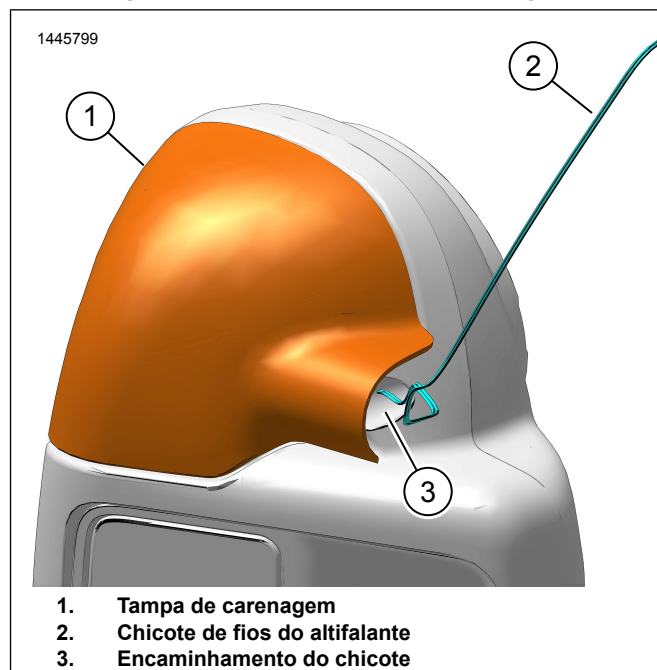

Figura 13. Encaminhamento da cablagem
3. Ver a Figura 13. Instalar o tampão da carenagem inferior (2).